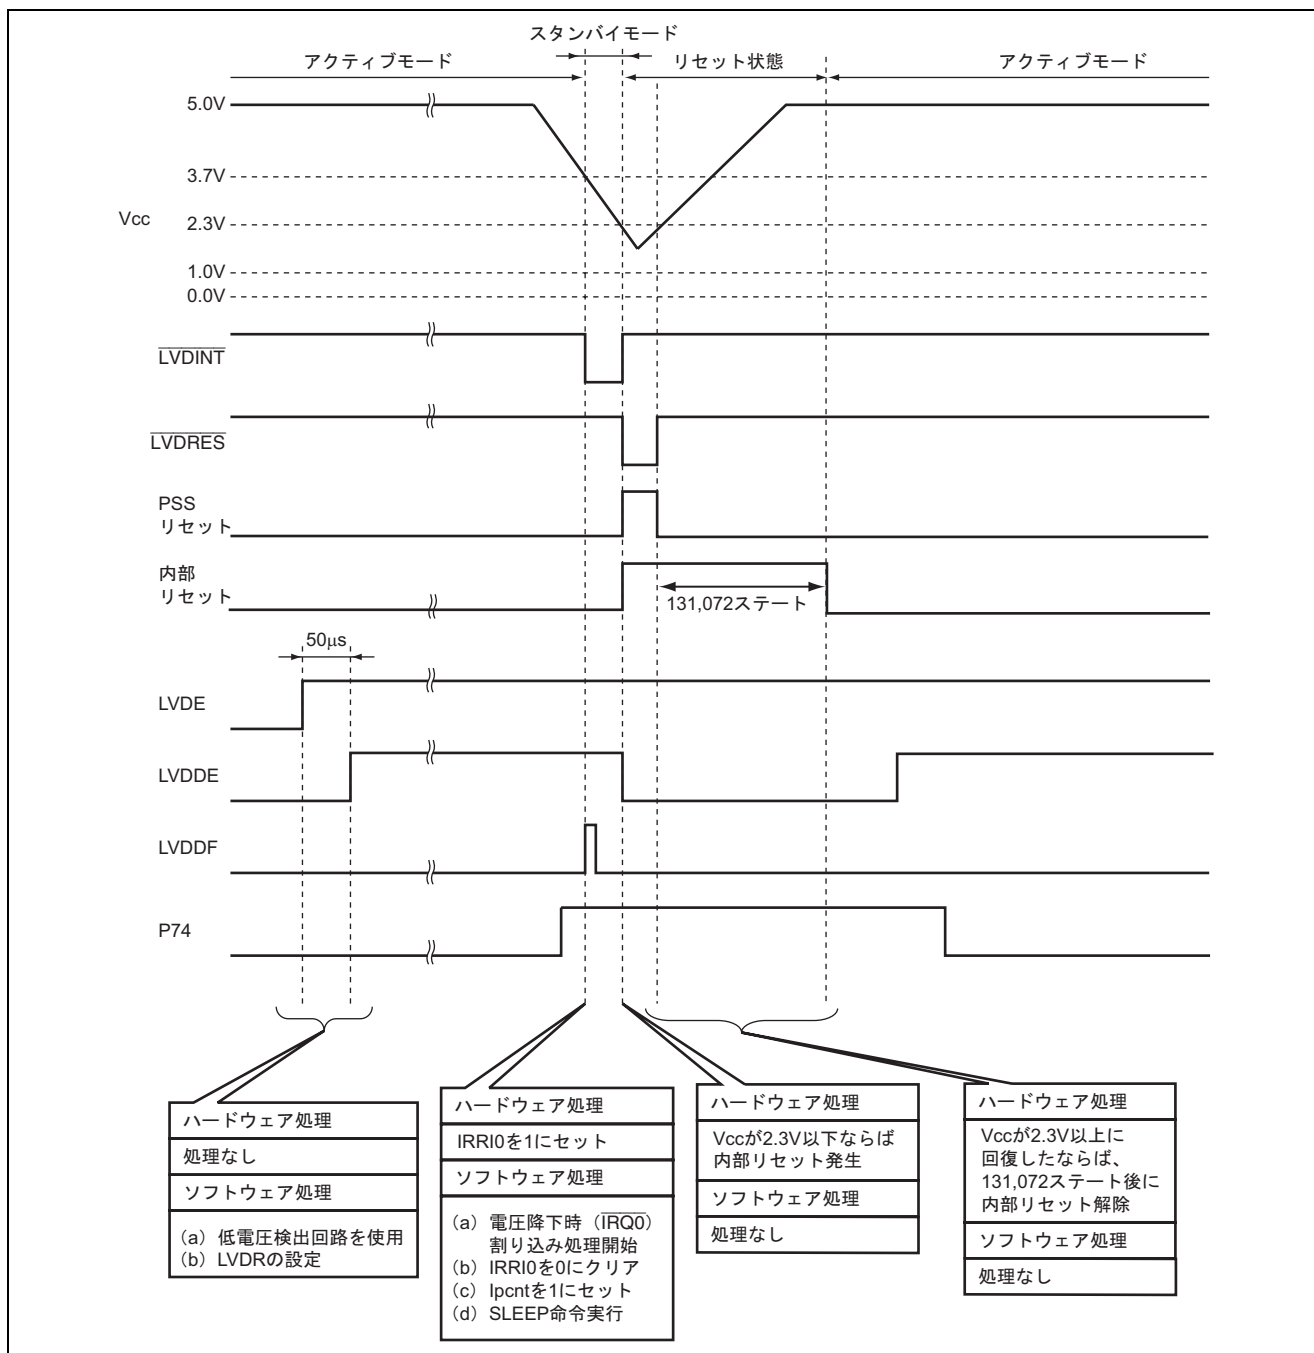

図 3.2 動作説明 (2)
2. 低電圧検出時割り込みをトリガとしたスタンバイモードへの遷移と、低電圧検出時リセット動作を図 3.2 に示します。